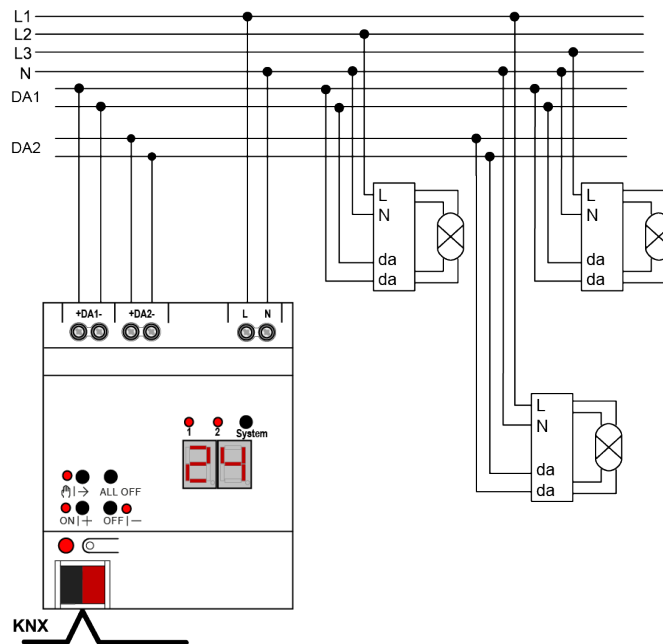

Figura 3: Esempio di collegamento gateway DALI 2x
- Collegare l'apparecchio secondo lo schema di collegamento (Vedi figura 3).